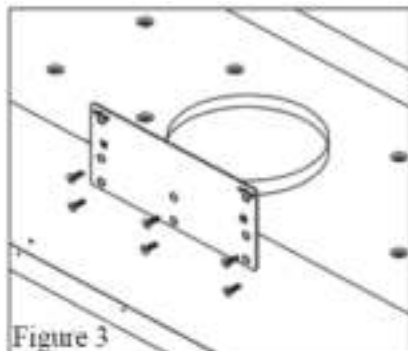

Figure 3
2. Fixez le support de montage de la hotte à l'arrière de la hotte à l'aide de six vis, comme illustré à la figure 3.